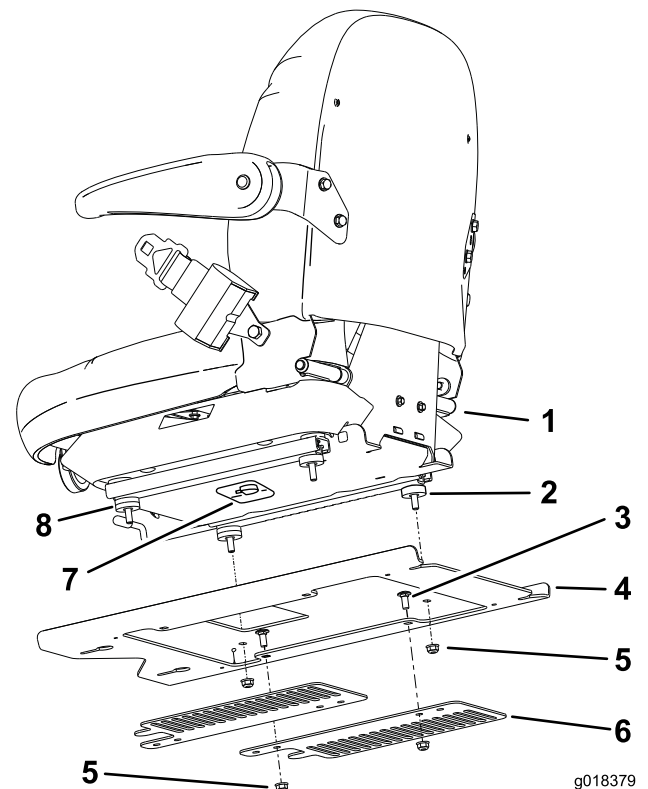

Figure 2
2. Fixez le plateau de siège au siège avec 4 écrous à embase (5/16") (Figure 2).
7. Faites coulisser le siège et son plateau en arrière pour bloquer les écrous avant dans l'encoche en trou de serrure et les écrous arrière dans les fentes (Figure 2).